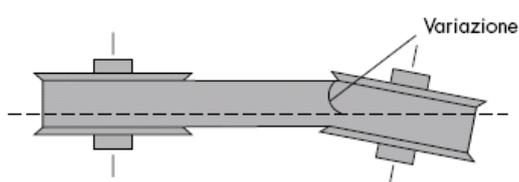
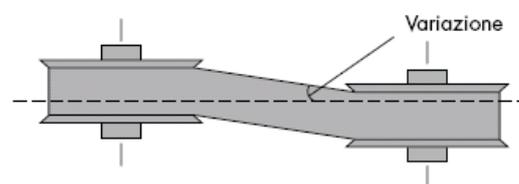

Figura 10-6 Disallineamento angolare
Figura 10-7 Disallineamento parallelo
10.- Agire sulla posizione del motore per correggere il disallineamento (Figura 10-6 e Figura 10-7).
In genere, la tolleranza sull'allineamento delle pulegge in trasmissioni a cinghia trapezoidale non può essere superiore a 0,5 gradi oppure 5 mm per 500 mm di interasse (Figura 10-6 e Figura 10-7).